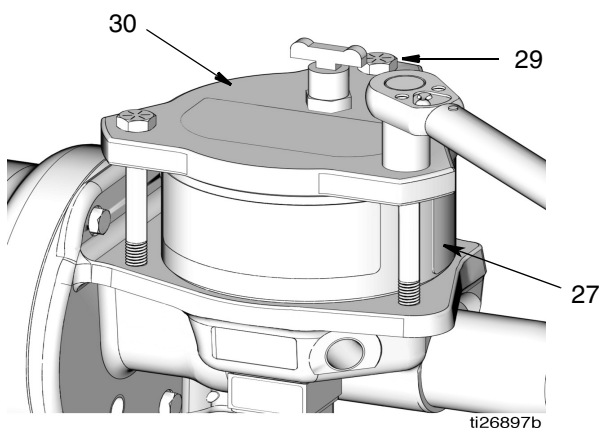

FIG. 16
10. Utiliser une clé pour retirer les tirants (29). Desserrer les tirants suivant une séquence diagonale, en prenant soin de desserrer chaque tirant progressivement jusqu'à ce que tous les tirants soient complètement desserrés. Déposer les tirants (29). Voir FIG. 16.
11. Déposer le couvercle (30) du réservoir (27) (FIG. 16).